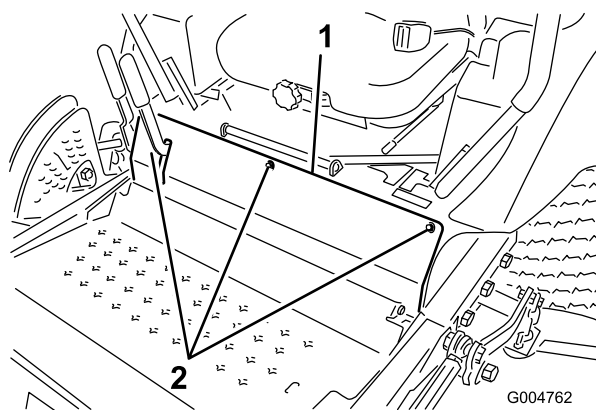

図 55
2. 前パネルを止めているボルトを外して前パネルを外す(図 55)。